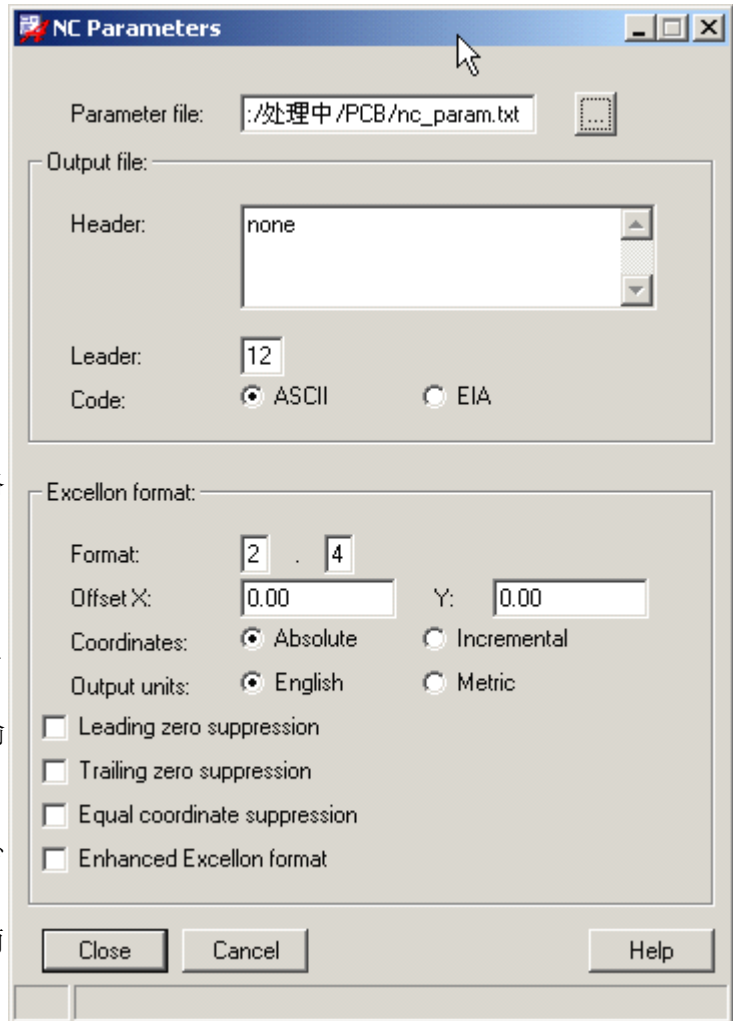

图 17 “NC Parameters”对话框
2.1 在主菜单中选择 **Manufacture** → **NC** → **Drill Parameters** 命令，弹出“NC Parameters”对话框，如图 17 所示：